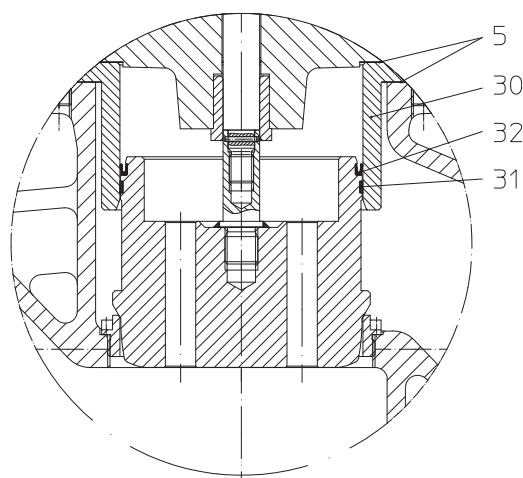

Fig. 11: Clapet d'équilibrage
- Extraire par effet de levier avec un instrument adapté (par ex. tournevis) la garniture de piston usée (pos. 32) de la gorge (rainure) du clapet.
- Mettre une nouvelle garniture de piston (pos. 32) en place en veillant à sa bonne position de montage (voir Fig. 11).
- Nettoyer la surface de roulement de la douille de guidage (pos. 30); la polir éventuellement avec un abrasif fin.